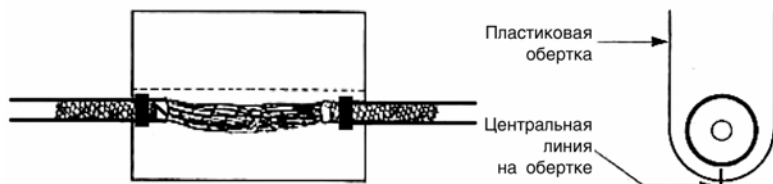

Рис. 9.7. Расположения листа для формирования опалубки.
9.1.12. Обернуть пластиковый лист равномерно вокруг кольца из мастики так, чтобы линия на листе проходила под нижней частью сроска (рис. 9.7.).